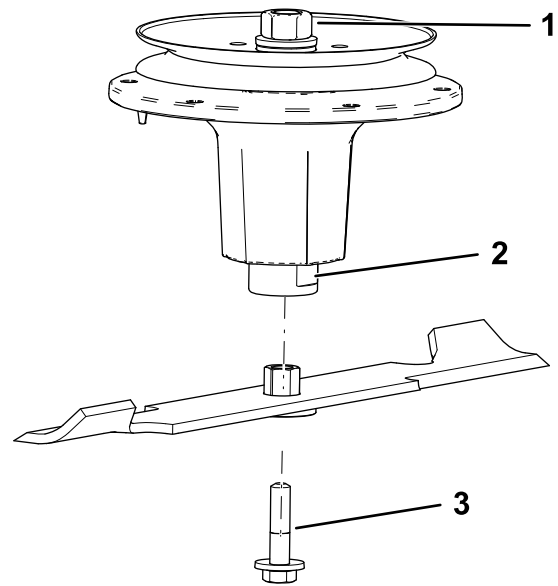

図 93
- スピンドルシャフトにブッシュ・ブレードアセンブリを取り付ける図 93。